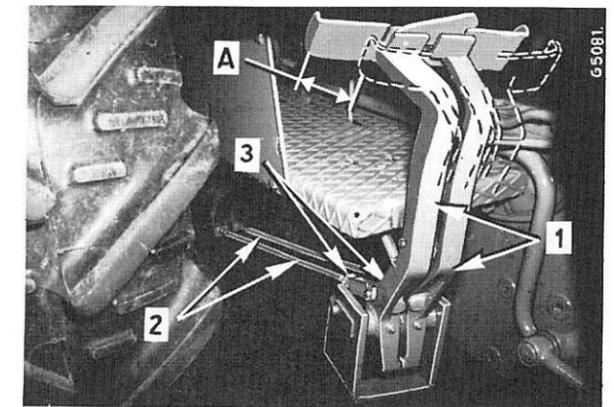

Fig. 81
Il convient également de régler les freins, lorsque la garde des pédales de frein est trop importante. Le réglage est correct, lorsque la garde (A) Fig. 81